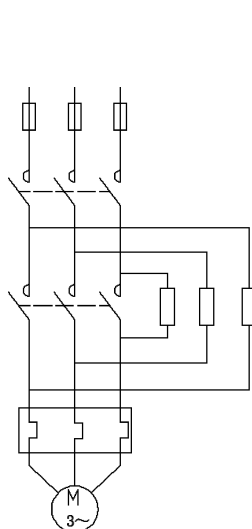

图 6-103 插入
(12) 单击“默认”选项卡“块”面板中的“插入”按钮, 插入 FU1 图块到竖线上端点, 并复制到其他两个端点, 如图 6-103 所示。